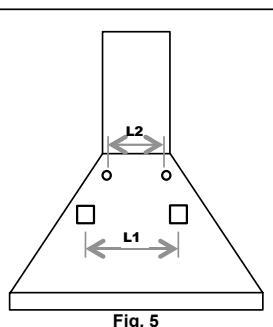

Fig. 5
- OBS: Fästningssystemen a) och b) sätts in i hålen L 1 på fläktkåpans baksida (Fig. 5).